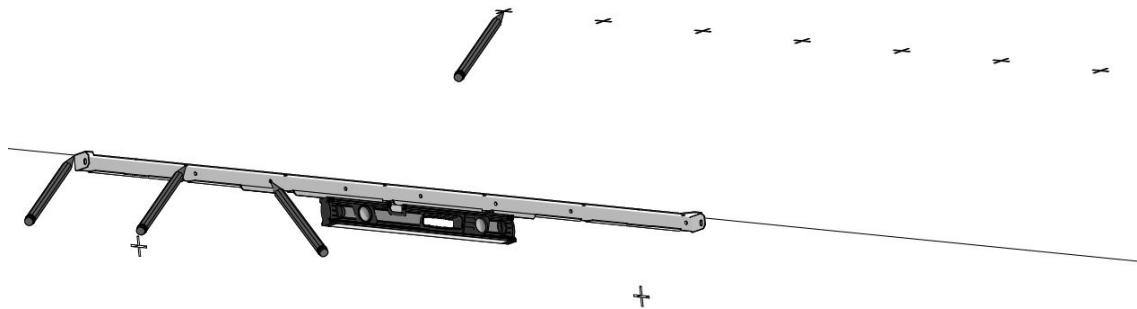
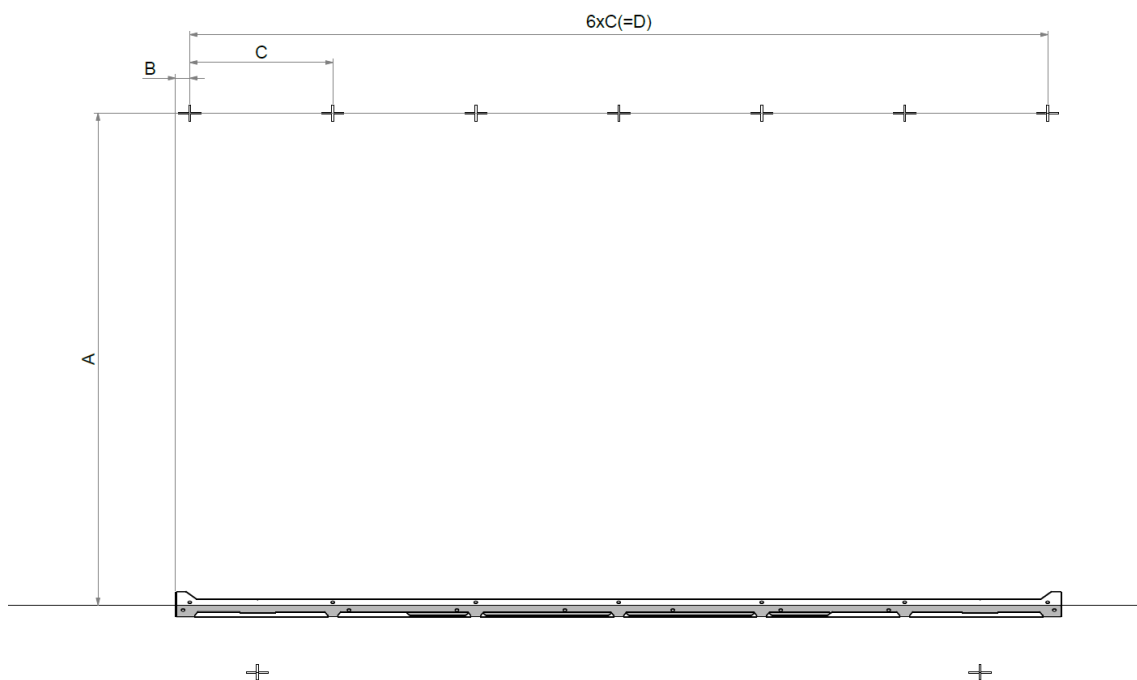

Abbildung 11: Bohrlöcher für die hinteren und vorderen Halterungen markieren
Abbildung 12: Abstände von der hinteren Halterung zur vorderen Halterung
1. Demontieren Sie die hintere Halterung, siehe Abbildung 11 und Abbildung 12: